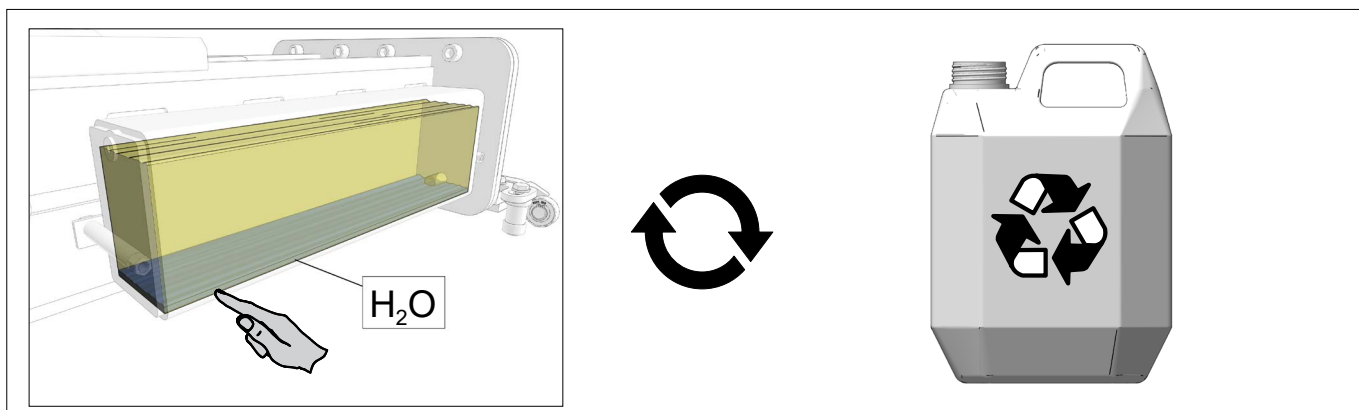

Fig.41
- Vand i olien (*Fig.41*)
- Presence of water in the reservoir (*Fig.41*)
- Wasser im Ölbehälter (*Fig.41*)
- Présence d'eau dans un réservoir d'huile (*Fig.41*).
- Vatten närvaro i oljetank (*Fig.41*)
- Veden läsnäolo öljysäiliössä (*Fig.41*)
- Wateraanwezigheid in olietank (*Fig.41*).
- Presencia de agua en el tanque de aceite (*Fig.41*).
- Наличие воды в масляном баке (Fig.41).
- Presenza d'acqua nel serbatoio dell'olio (Fig.41).